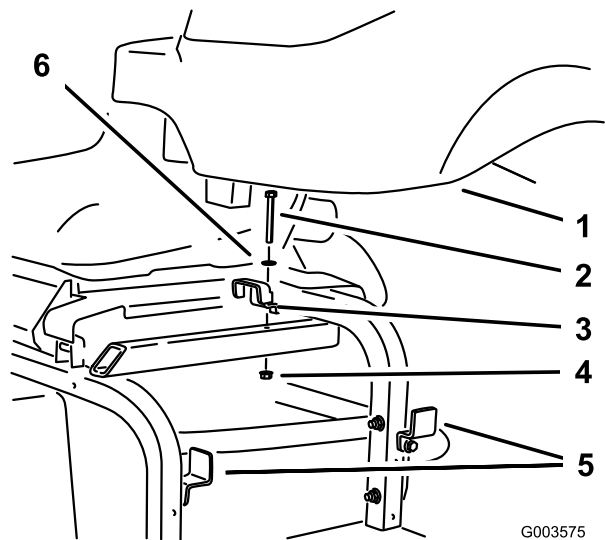

Figure 7
7. Déposez le support supérieur du réservoir hydraulique sur le bâti de la machine et desserrez les deux supports sur le côté du bâti (Figure 7). Déposez le réservoir, mettez-le de côté, mais mettez au rebut le support supérieur, le boulon, la rondelle et l'écrou.